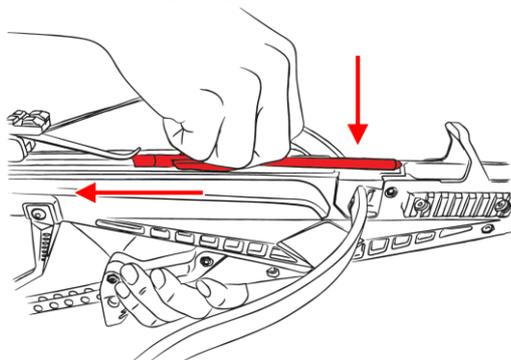
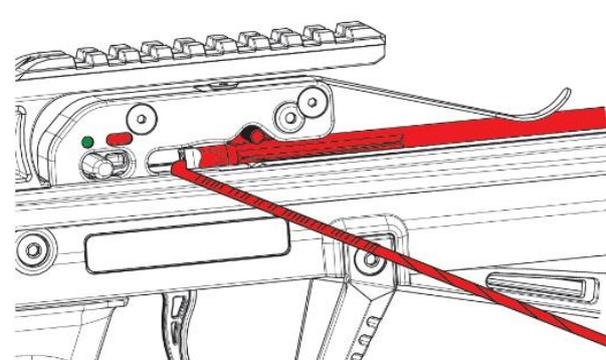

Рис.15
Рис.16
1. Уложите стрелу в паз направляющей арбалета и задвиньте ее под прижимную планку в спусковой механизм до самого упора (Рис.15). Стрела должна поднять крючок защиты от холостого выстрела и упереться в защелку спускового механизма (Рис.16).